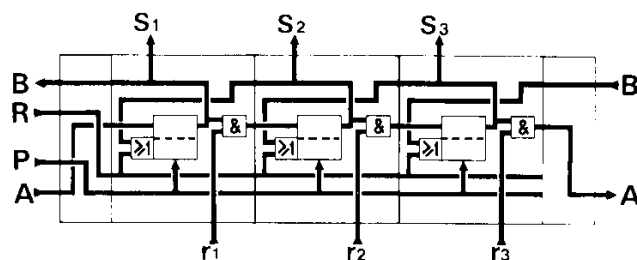

Figure 9.47 - Schéma logique interne et schéma d'usage d'un séquenceur de forme générale, à clapet.
Les figures 9.47 et 9.48 expliquent le fonctionnement de ces séquenceurs. Dans un module d'étape, la fonction MEMOIRE étant à l'état 1 délivre le signal S de sortie du module et valide une entrée de la cellule ET en attente du signal r en retour. Lorsque ce signal apparaît, la fonction ET devient alors passante et met à 1 la MEMOIRE suivante.
- une forme générale (**fig. 9.47**) où chaque MEMOIRE remet la précédente à 0 au travers d'une cellule OU recevant par ailleurs le commun R de remise à zéro (RAZ).
Chacune de ces formes conduit à des différences de mise en œuvre ; nous nous limitons, dans les applications, à la forme générale (fig. 9.47).